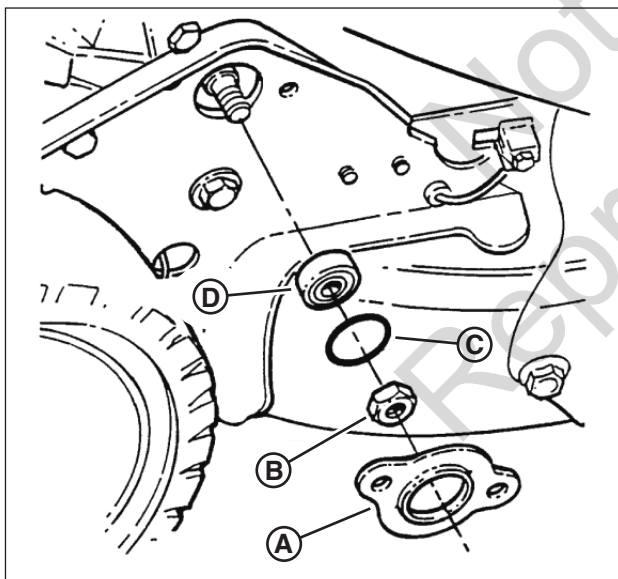

Figure 31: Remplacement du roulement sur l'arbre hexagonal
2. Enlevez l'écrou freiné 3/8 po (9,52 mm) (**B, Figure 31**) se trouvant sur le côté externe du support de roue droite.